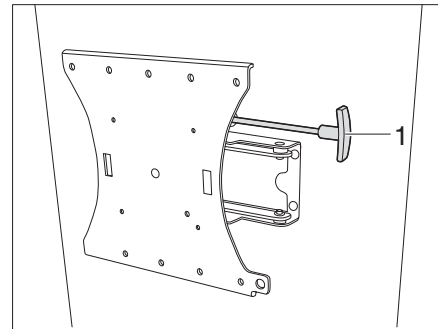

Fig. 133 Soporte con brazo articulado (variante 2)
- Tirar de la palanca (Fig. 133,1) para soltar la pantalla plana del dispositivo de retención.
- Volver a insertar la palanca (Fig. 133,1) para el bloqueo.